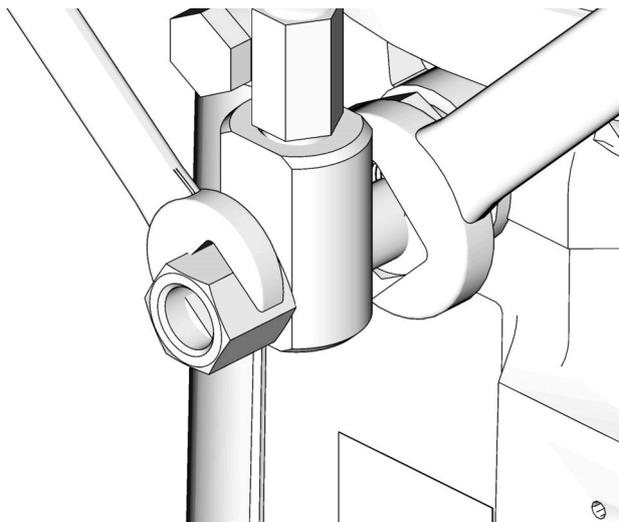

FIG. 10
- Utilisez toujours deux clés travaillant dans des directions opposées pour raccorder quoi que ce soit à l'élément de pompe ou aux raccords auxiliaires. Voir FIG. 10 à titre d'exemple.